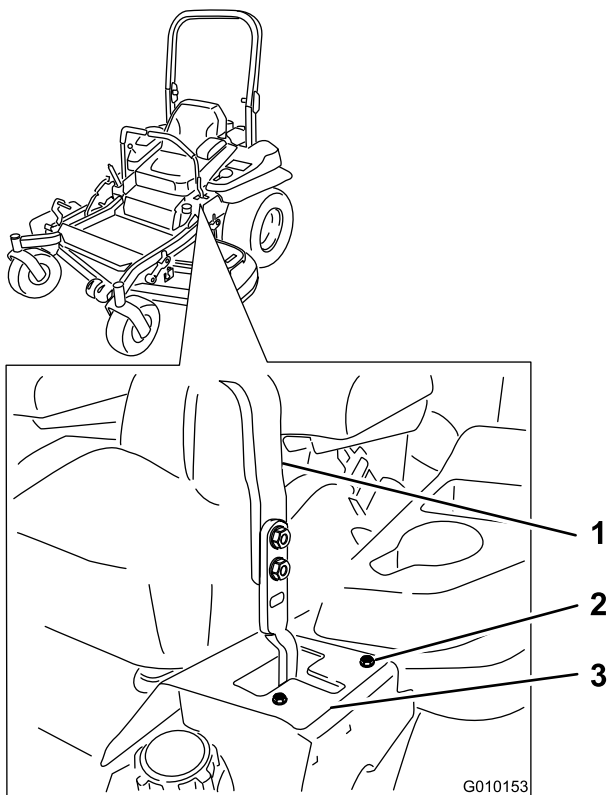

Figura 74
- Si se desvía hacia la derecha, afloje los pernos y ajuste la chapa del tope izquierdo hacia atrás en la ranura en T de la izquierda hasta que la máquina avance en línea recta (Figura 74).
- Si se desvía hacia la izquierda, afloje los pernos y ajuste la chapa del tope derecho hacia atrás en la ranura en T de la derecha hasta que la máquina avance en línea recta (Figura 74).
6. Apriete la chapa del tope (Figura 74).